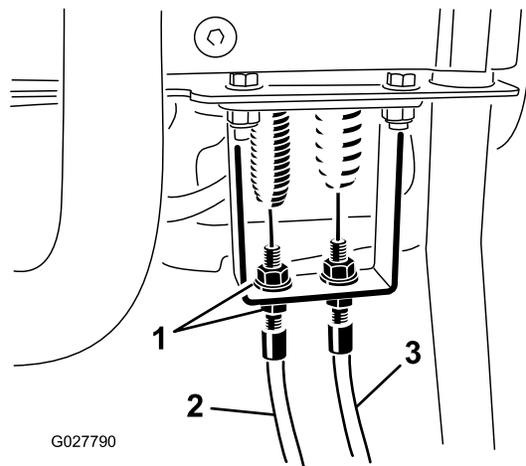

Figura 50
3. En la división del mando de control, afloje el cable de control del molinete hasta que haya holgura en el cable (Figura 50).